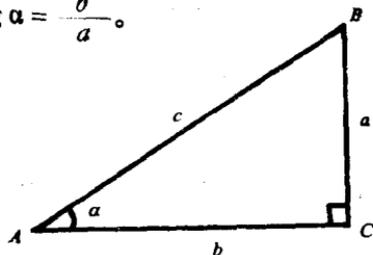

图 1-1 直角三角形的边、角关系
(2) 根据材料重量表计算 从材料手册中,可以查得各种材料的重量表。在金属型材重量表上可查得每米型材的重量,再乘以米数即可求得所求米数型材的重量。
4. 直角三角形三角函数的计算: 若已知直角三角形的一个锐角是 α , 则如图 1-1 所示: $\sin \alpha = \frac{a}{c}$; $\cos \alpha = \frac{b}{c}$; $\text{tg} \alpha = \frac{a}{b}$; $\text{ctg} \alpha = \frac{b}{a}$ 。